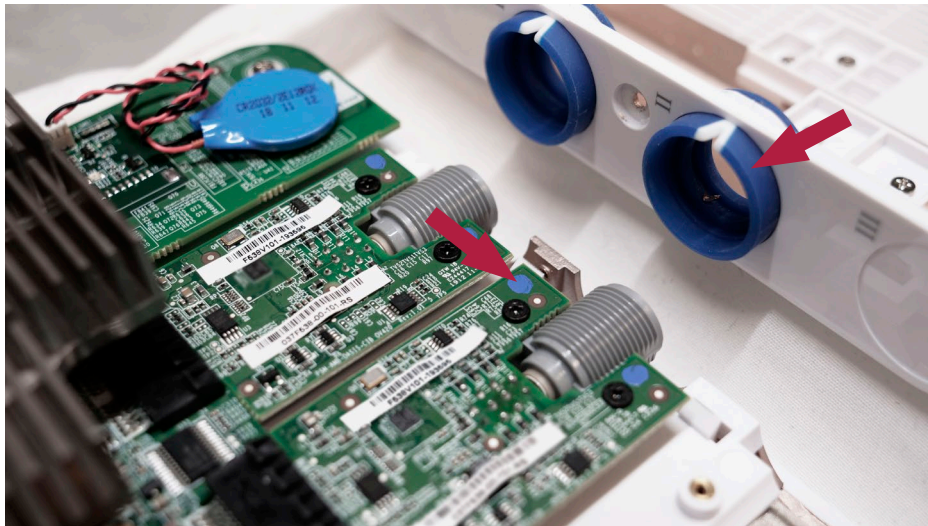

図19 VDI ボードの色表示は、カラーリングと一致する必要がある
- f) カラーリングが VDI ボードの表示と同じ色であることを確認してください（図19を参照）
背面ケースを再度取り付ける場合、VDI ボードの色の付いたスポット（図19）が配置されているカラーリングの色と一致していることに注意してください。